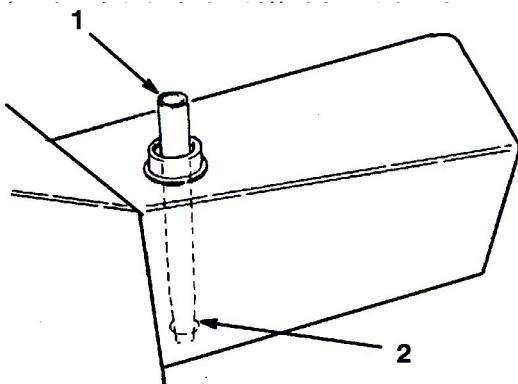

図49
2. フィルタのみの交換であれば、キャップをはずし、タンク・プラグ(図49)を差し込む。これにより、交換作